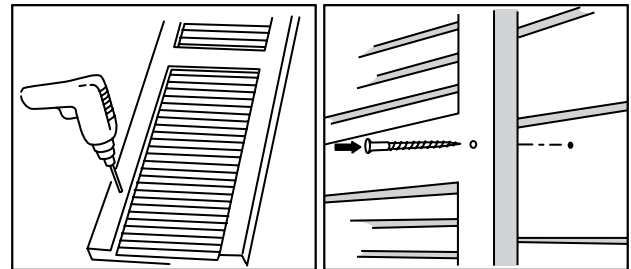

Figura 72
- Taladre previamente agujeros a través de las persianas para los tornillos de sujeción y marque la ubicación de esos agujeros en el revestimiento (Figura 72).